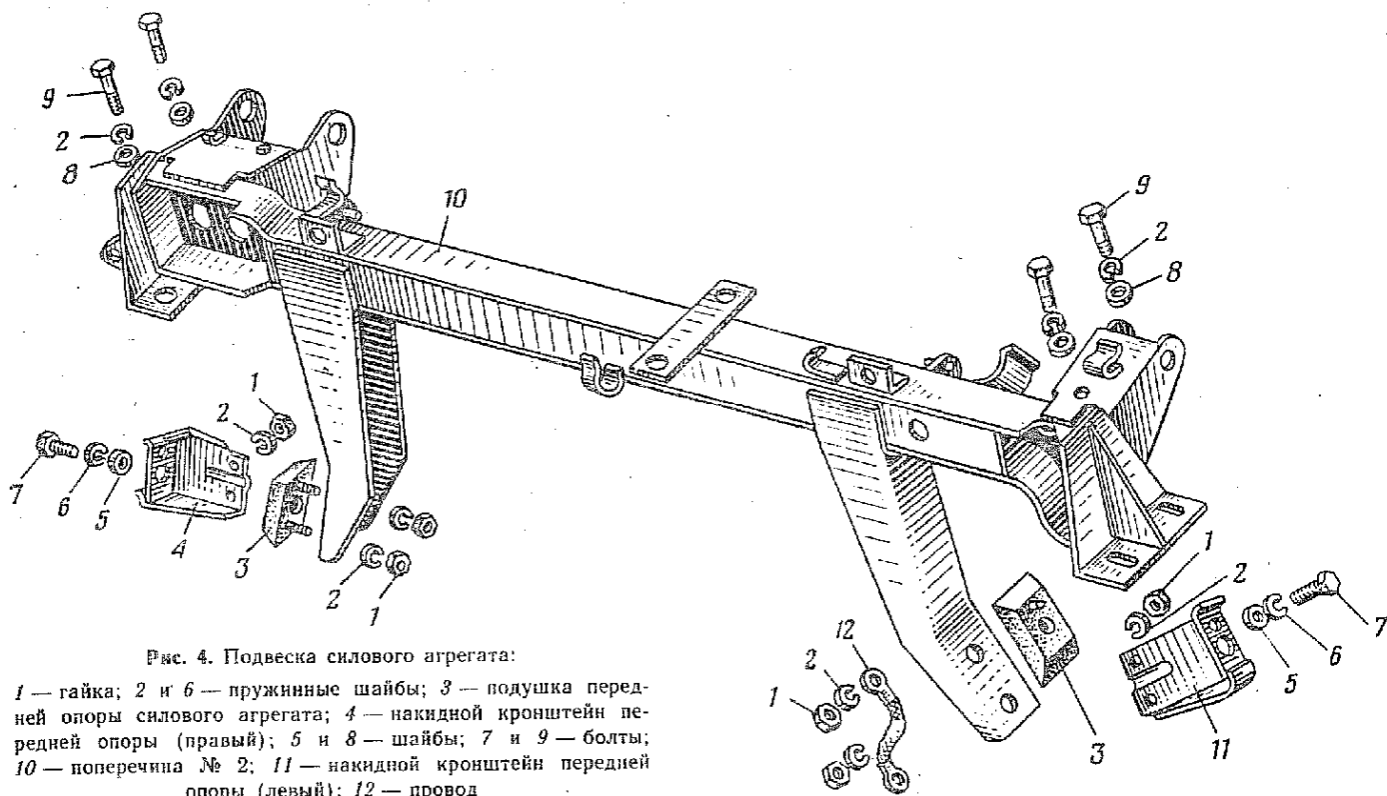

Рис. 4. Подвеска силового агрегата:
1.34. Вывернуть болты *9* (рис. 4) крепления полеречины *10* к раме автомобиля (ключ 12).
2.6. Навернуть на шпильки и затянуть гайки 1 (рис. 4) крепления картера сцепления силового агрегата к накидным кронштейнам 4 и 11 (правому и левому) передних опор, предварительно установив на шпильки пружинные шайбы и наконечник провода 12 «масса» (ключ 14, головка 14, рукоятка динамометрическая).